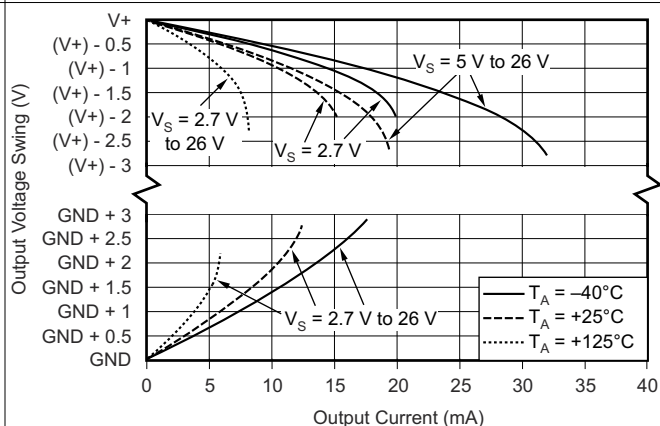

図 5-10. 出力電圧スイングと出力電流との関係
(1) RTI = 入力基準。
(2) セクション 5.6 セクションの 図 5-10 を参照してください。
(3) 実製品の検査は行っていません。